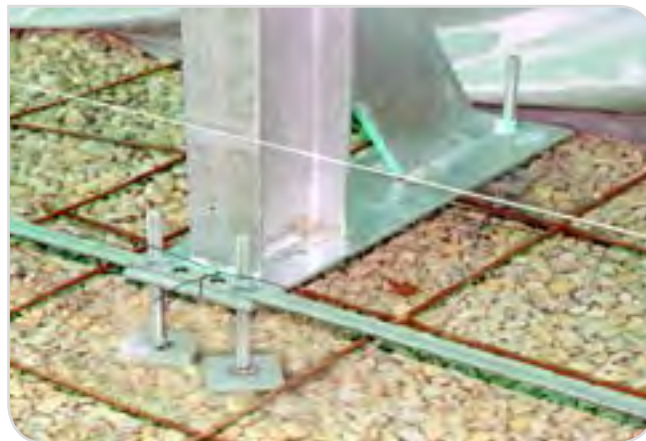
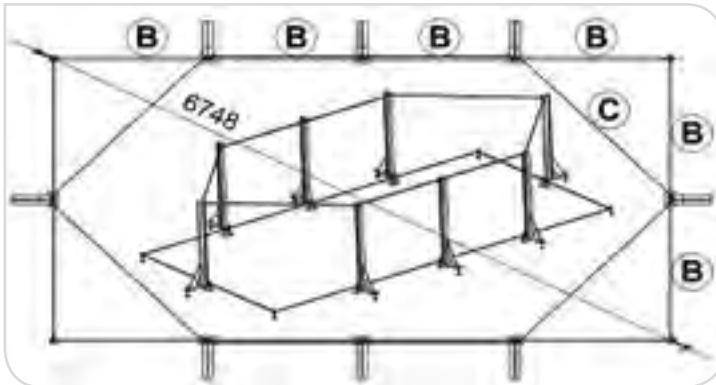

Abbildung 5 – Heber
Abbildung 8 – Die Metallträger - Becken 3 x 6
Nachdem Sie die erste Stahlgitterschicht richtig gelegt haben (*Abbildung 3*), legen Sie sich die für den Aufbau Ihres Pools notwendigen Metallpfosten zurecht (*Abbildung 8*); Denken Sie daran, diese zuvor mit Hebern zu versehen (*Abbildung 5*). Die Pfosten werden unten durch flache, mit zwei Schrauben befestigten Stangen (Schraubenbeutel A) zusammengehalten.
- dass die Pooldiagonalen – gemessen an der Achse der Eckheber – alle gleich sind (*Abbildung 8*).